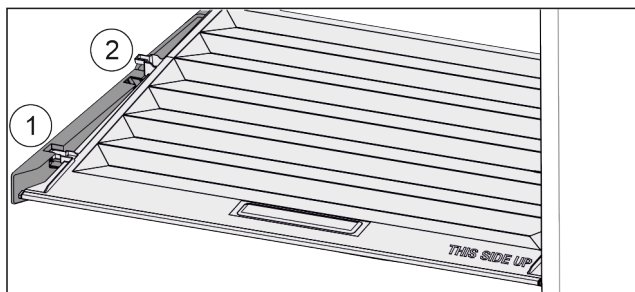

Fig. 149
- ▶ Pokrywę pociągnąć do przodu Fig. 149 (1), aż otworzy się w elementach trzymających.
- ▶ Podnieść tył od dołu i w wyjąć Fig. 149 (2) go do góry.